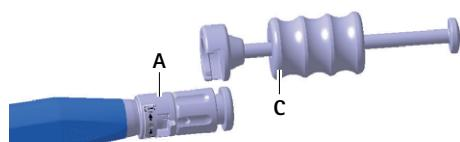

Fig. 5 Montar o martelo de impacto no instrumento introdutor
- ▶ Montar o martelo de impacto **C** no instrumento introdutor **A**, ver Fig. 5.
- Montar o martelo de impacto **B** no instrumento introdutor **A**, ver Fig. 5.